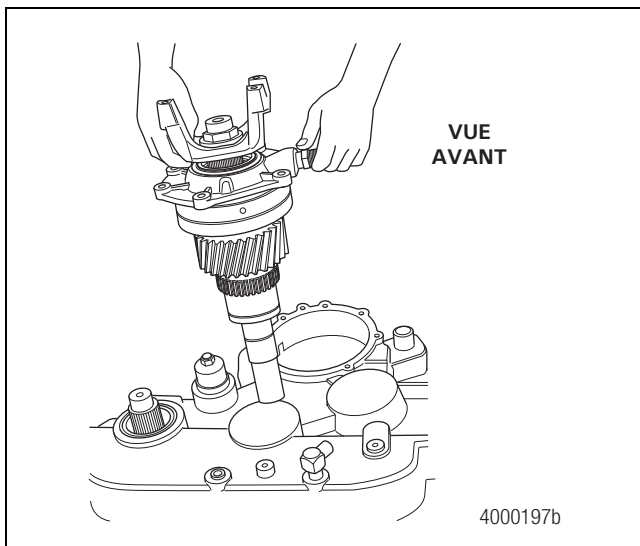

Figure 4.13
8. La chape de l'arbre d'entrée avant étant toujours en place, retirer à la fois l'ensemble formé de la chape, de l'arbre d'entrée, du logement d'arbre d'entrée et de la pompe (selon l'équipement). Figure 4.13.